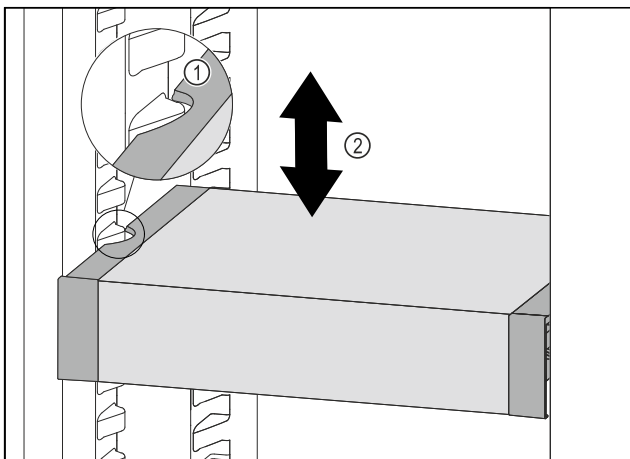

Fig. 124
- ▶ VarioSafe nach vorne ziehen, bis sich die seitlichen Aussparungen des VarioSafes auf Höhe der Behälterrippe im Kühlteil befinden. Fig. 124 (1)
- ▶ VarioSafe im Kühlteil nach oben oder unten bewegen, bis gewünschte Höhe erreicht ist. Fig. 124 (2)